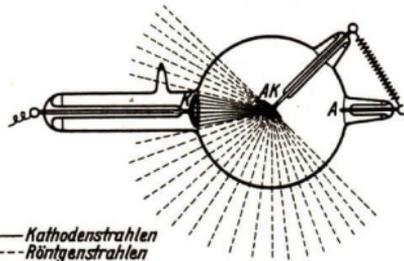

Abb. 301 Röntgenröhre. A Anode. AK Antikathode
**3. Röntgenstrahlen.** Wenn die Kathodenstrahlen in der Röhre auf eine Metallfläche treffen, so entstehen wieder andere Strahlen, die von Konrad Röntgen1) entdeckt wurden (Abb. 301). Röntgen